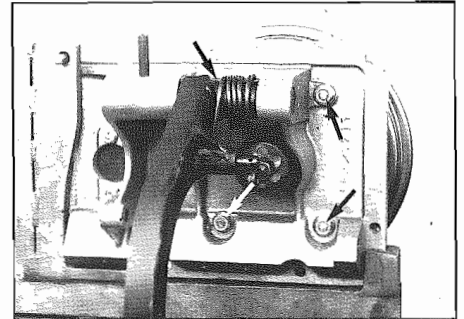

Fig. 23 - Dadi fissaggio pompa servofreno
- Smontare il servofreno (**Fig. 23**).
- Remove brake booster (**Fig. 23**).